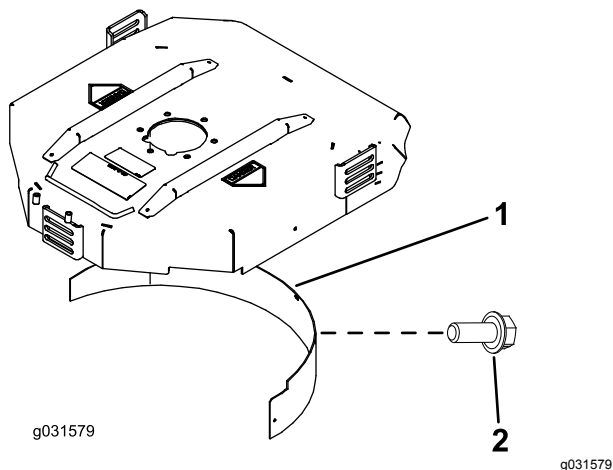

Bild 4
2. Montieren Sie das Mulchablenkblech in der hinteren Öffnung und befestigen Sie es mit fünf Bundschrauben (Bild 4).